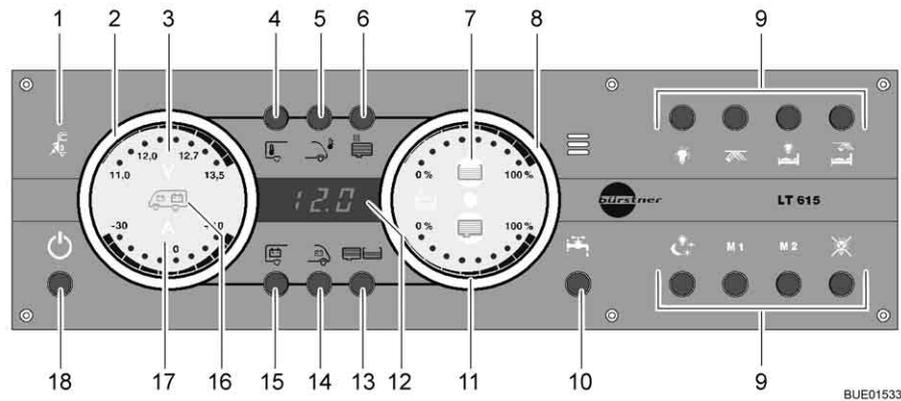

Fig. 154 Panel LT 615
Se enciende la luz de control de 230 V (Fig. 154,1) cuando hay tensión de red en la entrada del bloque eléctrico. Las baterías son cargadas.
El interruptor principal de 12 V (Fig. 154,18) conecta y desconecta el panel y la alimentación de 12 V del habitáculo.
- Pulsar la tecla de la alimentación de 12 V (Fig. 154,18) brevemente. La alimentación de 12 V del habitáculo está conectada. La visualización de control "12 V" está encendida.
- ▷ En caso de que después de la conexión parpadeen tanto el LED "11,0" de la visualización de voltios así como el símbolo Voltios "V" (Fig. 154,3) en el instrumento indicador Baterías (Fig. 154,2), será demasiado baja la tensión de la batería del habitáculo. Cargar la batería.
- ▷ En caso de que después de la conexión parpadeen tres veces la visualización de control 12 V y el símbolo Voltios V (Fig. 154,3), estará activada la separación de batería. Desactivar la separación de batería.
- ▷ Si está desconectado el panel y está parpadeando de color rojo el símbolo "V" (Fig. 154,3), estará descargada la batería. Entonces, para proteger la batería de una descarga completa, no será posible conectar el panel. Cargar la batería lo más rápidamente posible.
- Pulsar la tecla de la alimentación de 12 V (Fig. 154,18) brevemente. La alimentación de 12 V del habitáculo está desconectada. La visualización de control "Alimentación de 12 V" se apagará.
- Pulsar la tecla Batería del habitáculo (Fig. 154,15) y mantenerla pulsada aprox. 10 segundos. El símbolo Voltios "V" (Fig. 154,3) y la visualización de control "12 V" parpadearán tres veces. La batería del habitáculo está separada de la red de a bordo de 12 V.
- Pulsar la tecla de la alimentación de 12 V (Fig. 154,18) y mantenerla pulsada aprox. 5 segundos. El símbolo Voltios "V" (Fig. 154,3) y la visualización de control "12 V" parpadearán tres veces. La batería del habitáculo está conectada a la red de a bordo de 12 V. La visualización de control estará encendida durante aprox. 5 segundos.
- Pulsar la tecla Batería del habitáculo (Fig. 154,15). El símbolo Voltios "V" (Fig. 154,3) estará encendido. Según la carga o la descarga, el símbolo Amperios "A" (Fig. 154,17) estará encendido de color blanco o bien rojo. La tensión de la batería y la corriente de la batería del habitáculo son visualizadas a través de LEDs en el instrumento indicador. La capacidad restante de la batería del habitáculo se visualiza en el display en un tanto por ciento.
- Pulsar la tecla Batería del motor de arranque (Fig. 154,14). El símbolo Voltios "V" (Fig. 154,3) estará encendido. La tensión de la batería del motor de arranque es visualizada a través de LEDs en el instrumento indicador.
- Pulsar la tecla Depósitos (Fig. 154,13). Los símbolos Depósito de agua (Fig. 154,7) y Depósito de aguas residuales (Fig. 154,11) estarán encendidos. Los niveles de llenado del depósito de agua (escala superior) y del depósito de aguas residuales (escala inferior) serán visualizados a través de LEDs en el instrumento indicador.
El símbolo Depósito de agua (Fig. 154,7) o el símbolo Depósito de aguas residuales (Fig. 154,11) parpadeará si el depósito de agua está vacío o el depósito de aguas residuales está lleno.
A través del visualizador digital (Fig. 154,12) es posible visualizar la temperatura interior y la temperatura exterior en °C.